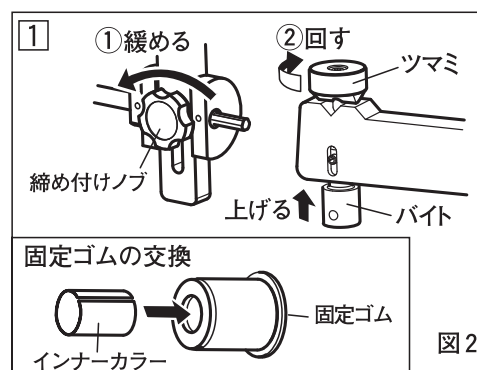

図 2
- ① 締め付けノブは緩めておいてください。(図2)
- ② ツマミを回転させて、バイトを引き上げてください。(図2)
- ③ スクレープするパイプのサイズに合った固定ゴムを用意してください。
※ 固定ゴム交換の際は、内側にインナーカラーが入っているか確認してからご使用ください。(図2)